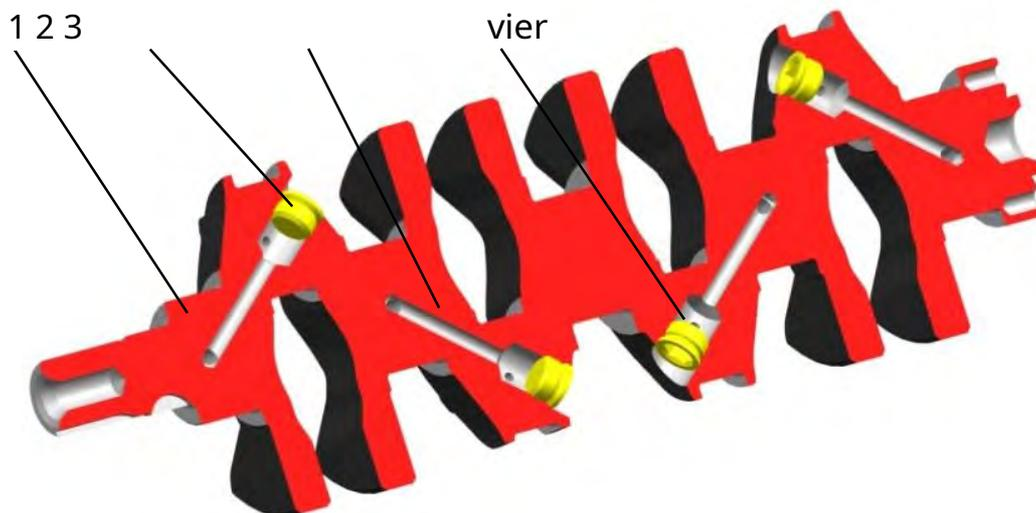

Abb. 106. Kurbelwellenstopfen, Kanäle und Schmutzfänger:
**vier.** Verschlussstopfen 2 (Abb. 106) der Schmutzfangkammern 4 des Pleuels abschrauben Kurbelwellenzapfen und entfernen Sie Ablagerungen von ihnen, wobei die Hohlräume und Kanäle mit einer auf plus 80 ° C erhitzten Natronlauge (NaOH) gespült werden C, und Hohlräume 4 und Kanäle 3 gründlich mit einer Metallbürste reinigen. Hohlräume und Kanäle mit Kerosin spülen und mit Druckluft trocknen, dann die Stopfen mit einem Drehmoment von 37 ... 51 Nm (3,8 ... 5,2 kgfm), nachdem sie zuvor ein anaerobes Dichtmittel "Stop-9" oder ähnliches ("Germikon-9", "Euroloc 6638") auf ihre Gewindeoberfläche aufgetragen haben.